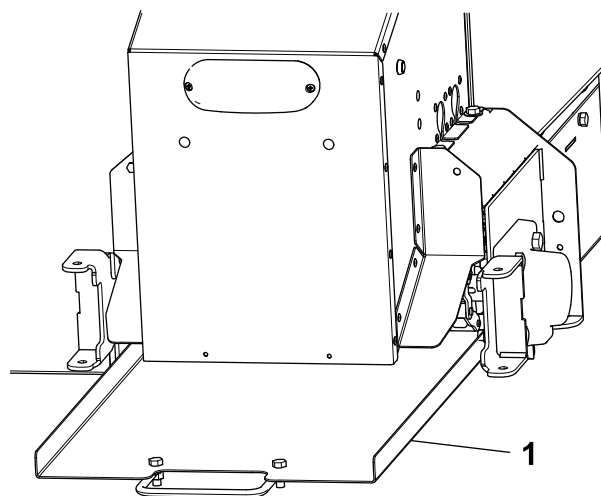

Figura 28
3. Levante la bandeja de limpieza por el asa para limpiar los orificios de montaje y deslice la bandeja hacia afuera (Figura 28).